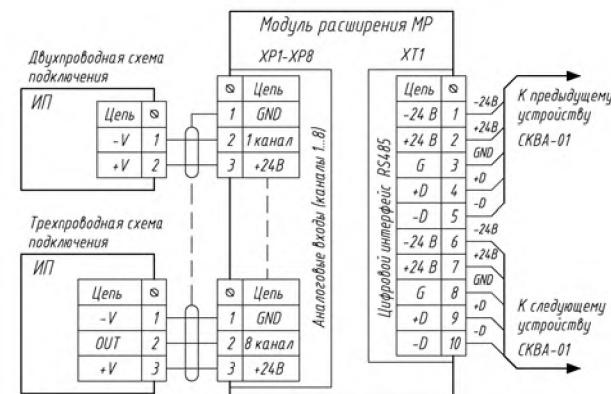

Рис.2
4.2 Подключение производить строго по схеме подключения рис.2.
4.3 Подключение ИП к МР и объединение МР с другими устройствами по интерфейсу RS485 выполняется по схеме рис.2 в следующем порядке:
- Подключите жилы кабелей к разъемам (XP1-XP16) в порядке, указанном в проектной документации и в соответствии со схемой рис.2. Подключение ИП к МР выполняется по схеме рис.2 (полярность подключения кабеля в случае двухпроводной схемы значения не имеет).